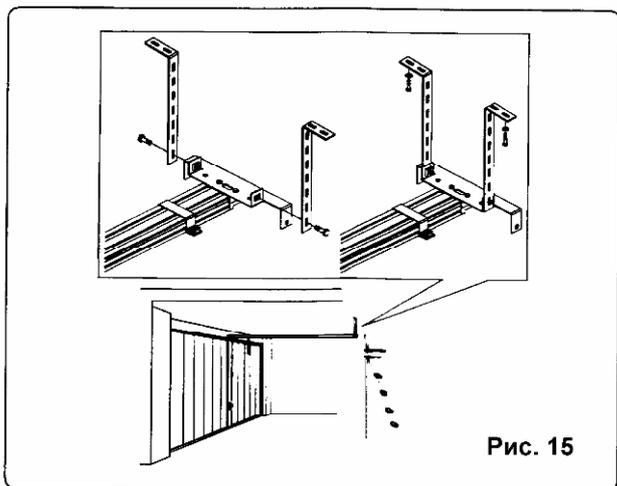

Рис. 15
- Замерьте полученное расстояние от привода до потолка, согните перфорированные скобы из комплекта и закрепите их на приводе рис. 15;